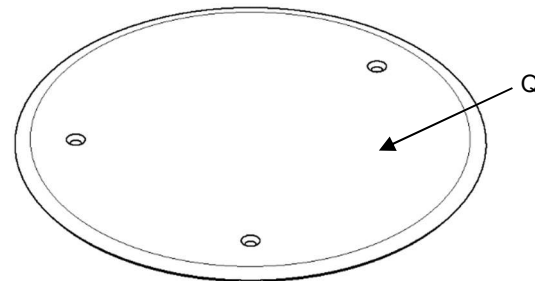

Fig. 11
3. Monter la plaque d'annulation (Q) Fig. 11. Enduire les vis de silicone RTV de type électrique pour assurer l'étanchéité à l'eau avant le montage. Serrer les vis à un couple de 0,5-0,7 N•m (4-6 lb•po). Appliquer un cordon continu de 6,4 mm (1/4 po) de silicone RTV de type électrique sur tout le périmètre intérieur de la plaque d'annulation pour assurer l'étanchéité à l'eau.